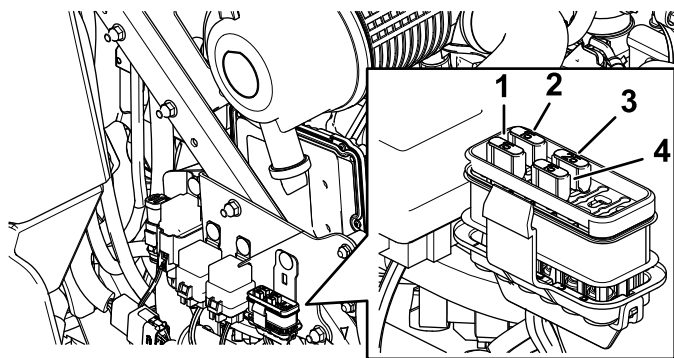

Рисунок 45
3. Встановіть новий запобіжник (Рисунок 45).